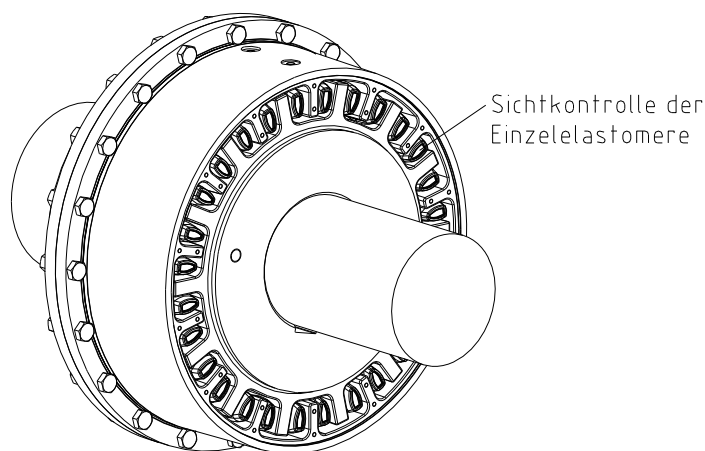
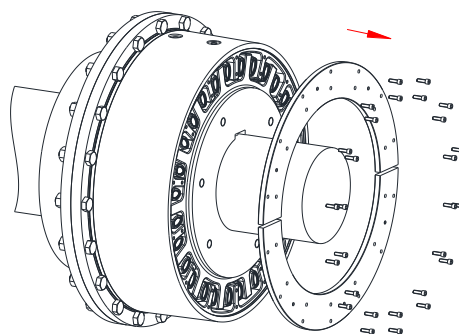

Bild 20
Bild 23
Um die Einzelelastomere einer Sichtkontrolle zu unterziehen, entfernen Sie die Deckel-Segmente von der Kupplung (siehe Bild 23), so dass man die Vorderseiten der Einzelelastomere sehen kann (siehe Bild 20). Entnehmen Sie hierzu die Einzelelastomere aus den Zwischenräumen. Die Einzelelastomere sollten jedoch ersetzt werden, wenn einer der folgenden Punkte eintritt:
- Lösen Sie zunächst die Zylinderschrauben DIN EN ISO 4762 (Bauteil 6) und entfernen Sie die Deckel-Segmente (Bauteil 3) von der Kupplung (siehe Bild 23).